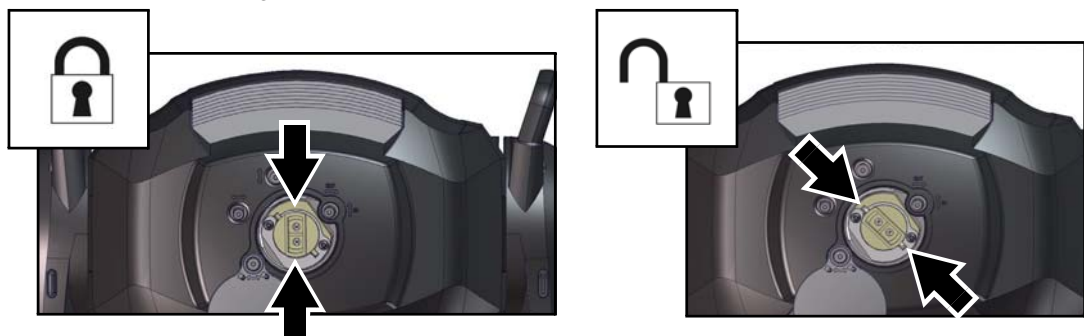

Bild 9: Leuchtmittel verriegeln und lösen
4. Siehe Bild 9. Drehen Sie das Leuchtmittel am Keramiksockel um 45° gegen den Uhrzeigersinn und ziehen Sie es vorsichtig aus dem Gerät.